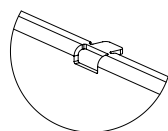

Figura 1
2. Il profilo è composto da un'asta (senza separazione/giunto) che è chiusa su entrambi i lati con dei terminali. Prima del montaggio occorre effettuare la foratura per il drenaggio (1 x per asta, $d = 8$ mm). La protezione meccanica può essere disattivata con un paio di pinze sulla canalina di scarico (figura 1). Infine, la soluzione di drenaggio viene applicata, collegata a un tubo in PVC e fissata con una fascetta.